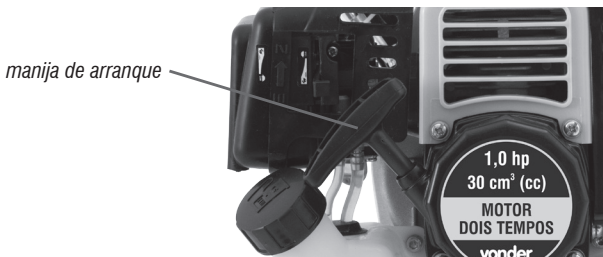

Fig. 10 – Partida manual retráctil
Para encender el motor tire la manija del sistema de arranque levemente hasta sentir la resistencia del motor, entonces tire fuertemente (fig. 10).
- 7 – Tire la manija de arranque (fig. 10) hasta sentir una resistencia y en seguida tirela fuertemente para dar el arranque en el motor;